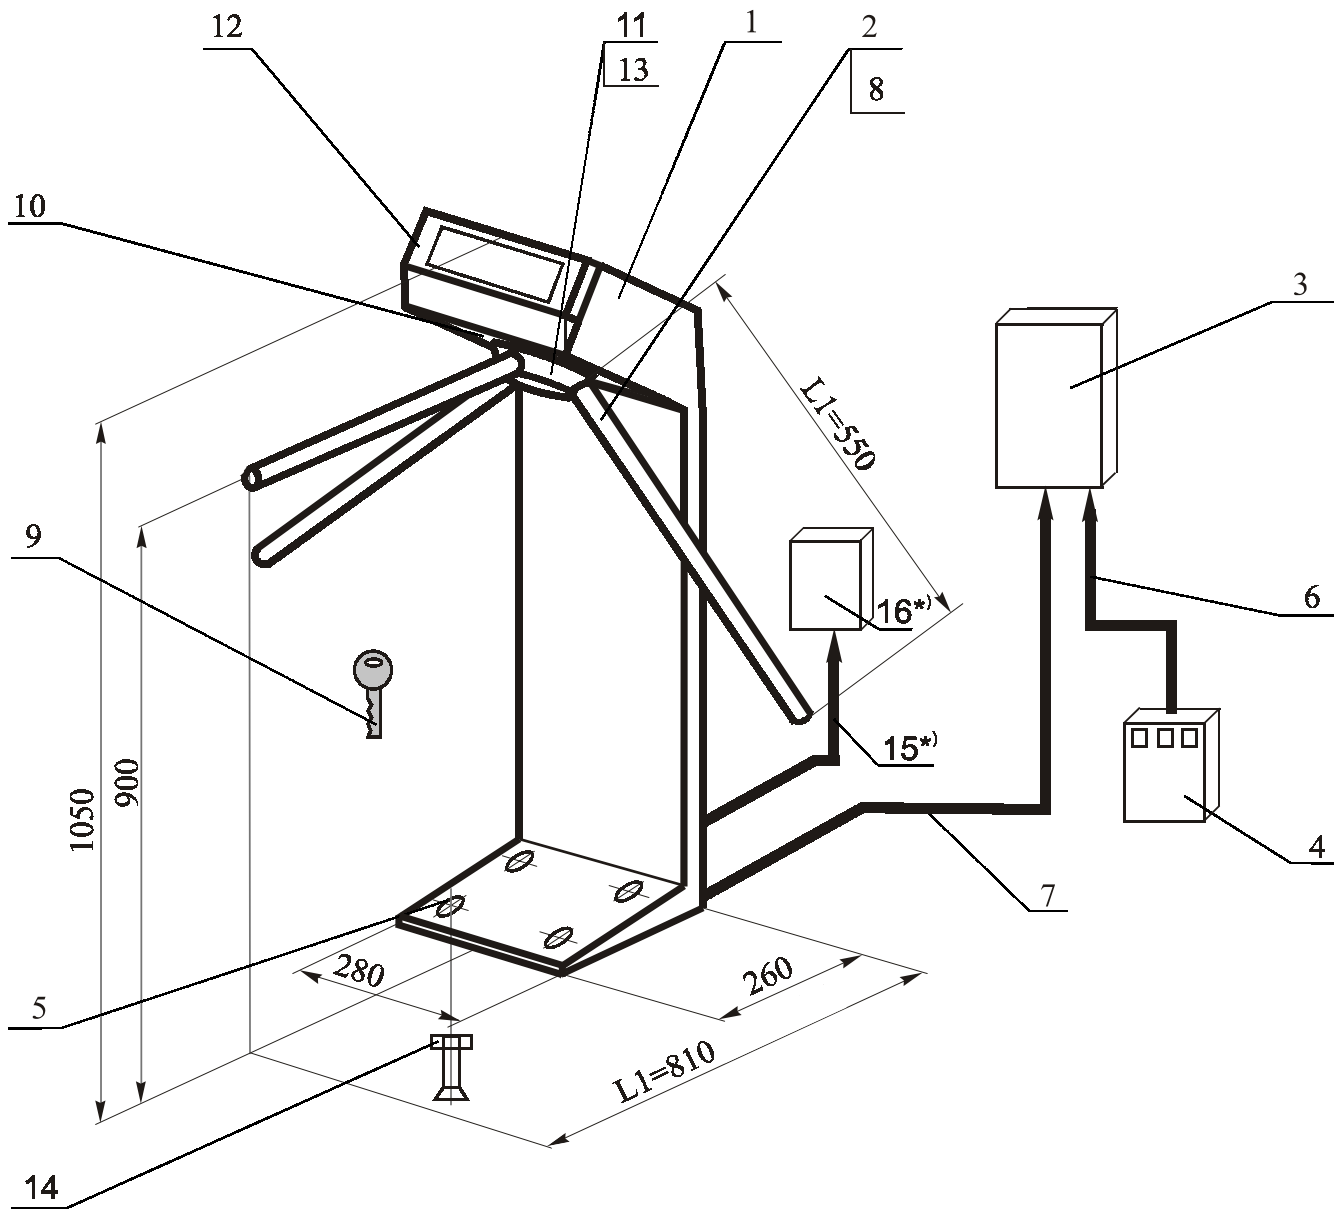
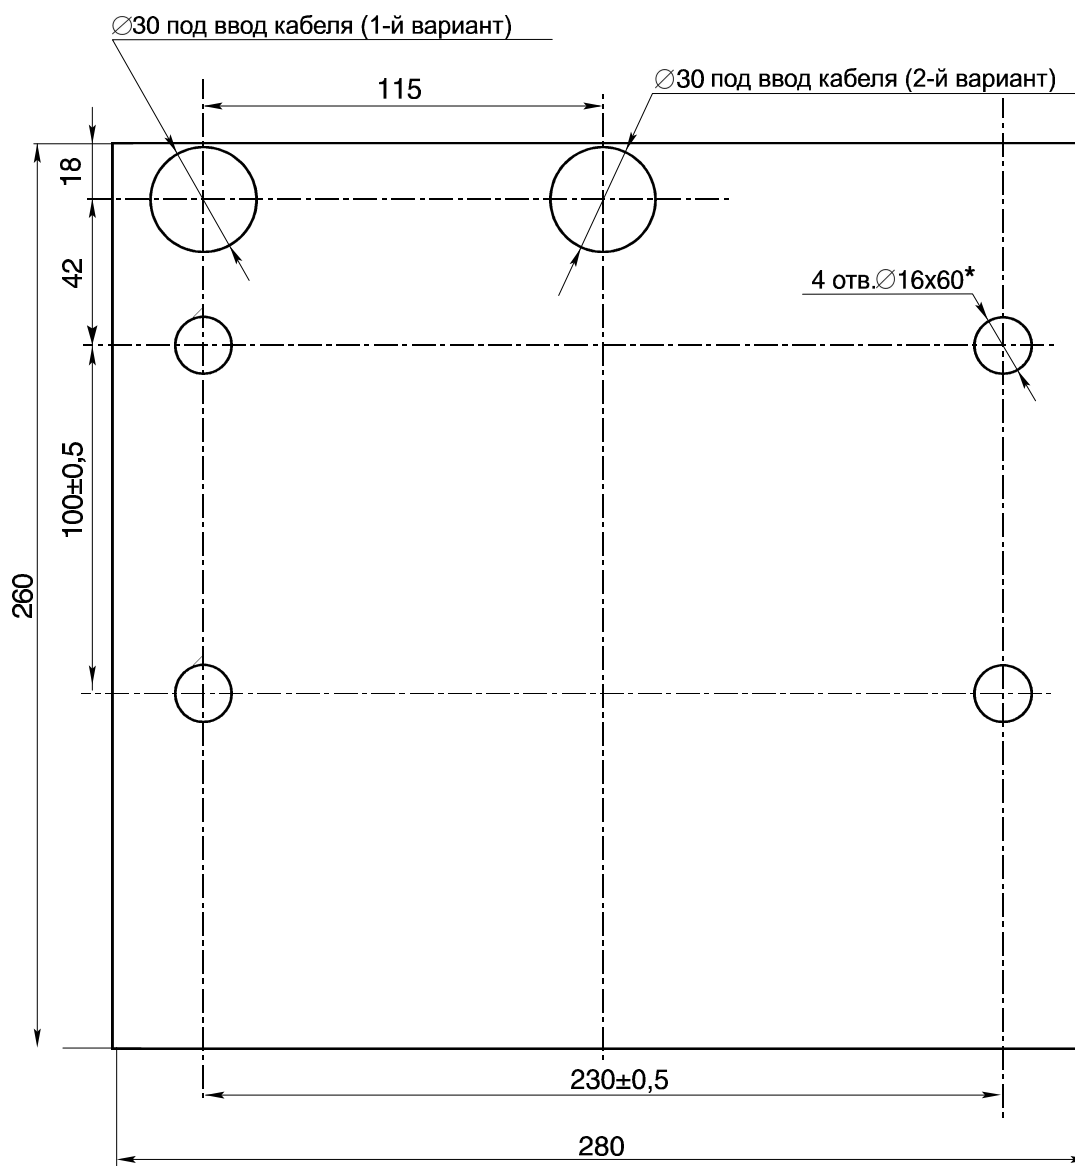

Рис. 1 - Общий вид стойки турникета PERCo-T-04(PERCo-T-04W):
Рисунок 2 - Разметка отверстий в полу под крепление и ввод кабелей стойки турникета PERCo-T-04 (PERCo-T-04W)
Устройство стойки показано на рис. 1.
3.3.2. Подготовьте в полу отверстия под гайки анкерных болтов (14) (см. рис. 1). Разметка отверстий в полу для крепления стойки (1) должна соответствовать рис. 2.
3.3.3. Вставьте гайки анкерных болтов в эти отверстия так, чтобы они не выступали над поверхностью пола. Установите стойку и закрепите её болтами (14). Установите заглушки (5).
При необходимости прокладки кабеля (7) стойки под поверхностью пола, подготовьте в полу отверстие, соответствующее месту ввода кабеля стойки (7) и кабеля питания системы терморегуляции (15)* (вариант 1 или 2 рис. 2). Крепление стойки (1) (см. рис. 1) производите после прокладки кабелей (7) и (15)*.
3.3.4. С планшайбы (11) стойки (1) снимите крышку, отвернув центральный винт. Отверните фиксирующий болт (8), установленный на преграждающей планке (2). Установите преграждающую планку в соответствующее посадочное место на планшайбе (11) и зафиксируйте преграждающую планку (2) болтом (8). Под головку болта установите пружинную шайбу.